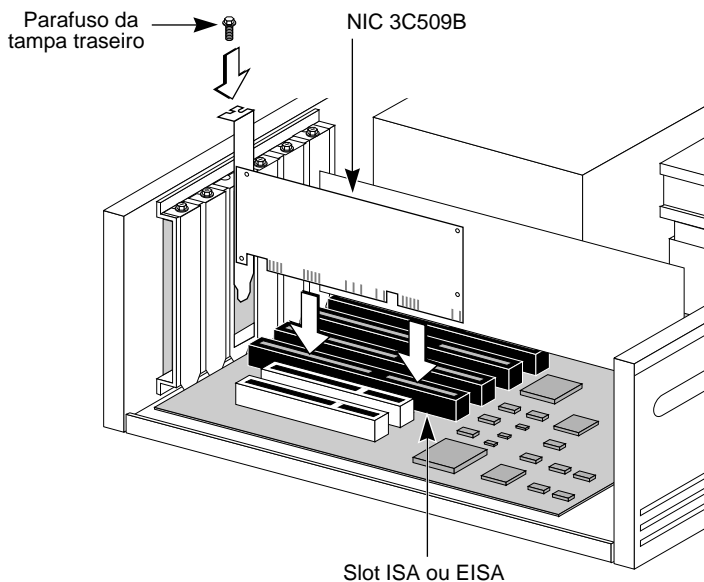

Figura 2-1 Inserção da NIC 3C509B em um PC
- 6 Insira a NIC 3C509B no slot, como mostrado na Figura 2-1. Pressione-a firmemente para obter uma boa conexão.**